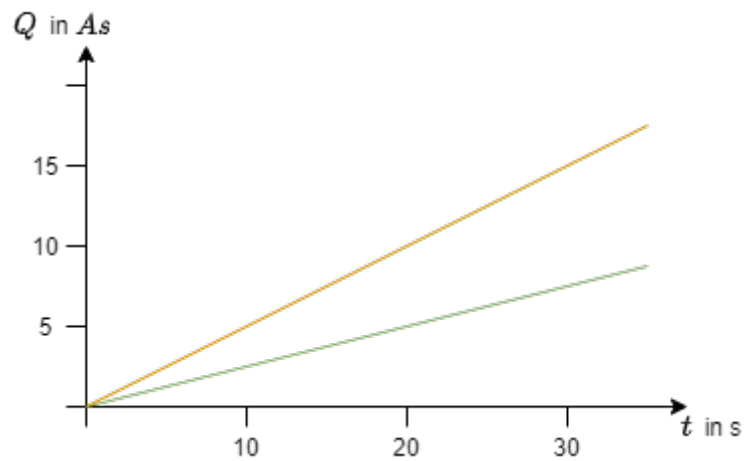

Fig. 6: Zeitverlauf der Ladung
- Ermitteln Sie aus nebenstehendem Diagramm (siehe figure 6) die Ströme und zeichnen Sie diese in das Diagramm ein.